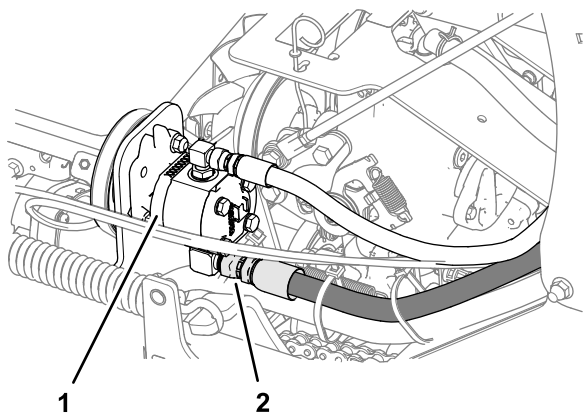

Figura 53
6. Allentate il flessibile di aspirazione presso il raccordo della pompa, pulite l'area circostante il raccordo della pompa e lasciate spurgare l'olio (Figura 53).